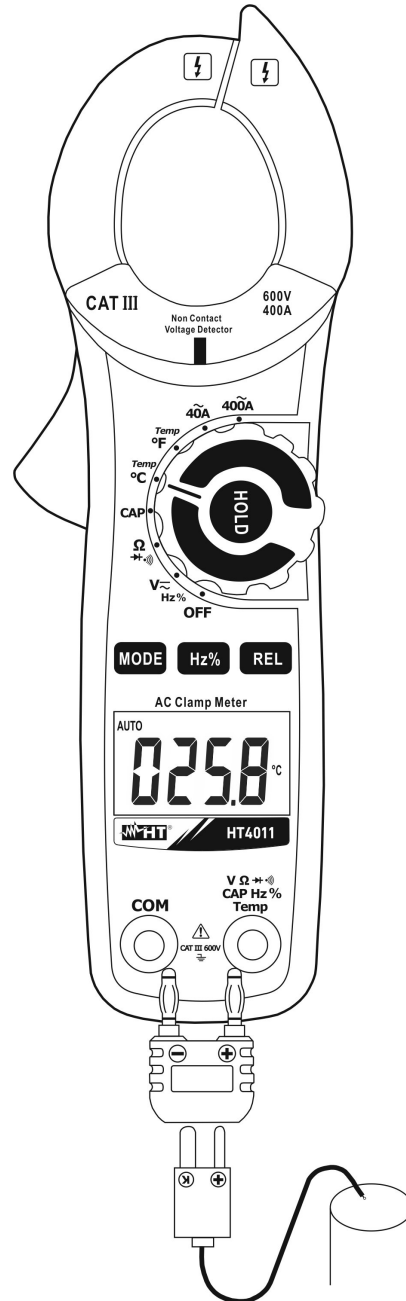

Abb. 8: Verwendung der HT4011 für Temperaturmessung
2. Verbinden Sie den mitgelieferten K-Typ Drahtfühler mit der **VΩ→+~CAPHz%Temp** und **COM** Eingangsbuchse mit Hilfe des entsprechenden Adapter. Achten Sie dabei auf die Polarität, die in Abb. 8 angegeben ist. Der Temperaturwert erscheint auf dem Display.